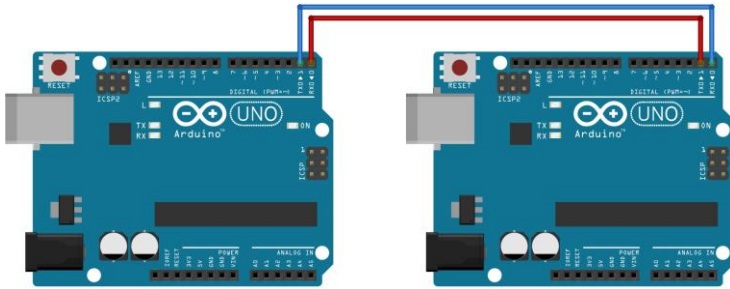

Рис. 4.2 – Схема підключення Arduino як *UART*- пристрою
При з'єднанні двох *UART* пристроїв вихід *TX* першого пристрою з'єднується з входом *RX* другого, а сигнал *TX* другого *UART* підключається до входу *RX* першого (рис. 4.2).
3) за допомогою сигнальних дротів з'єднати дві плати *Arduino UNO* між собою, як наприклад, показано на рис. 4.2. Переконайтеся що конектори приєднані у виводи надійно і правильно;